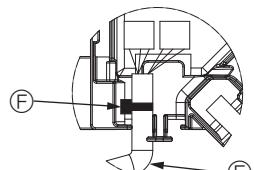

Fig. 10-10
- Coloque la abrazadera que sujetela el cable del motor de los deflectores del panel en la caja de conexión, tal como se muestra en el diagrama. (Fig. 10-10)